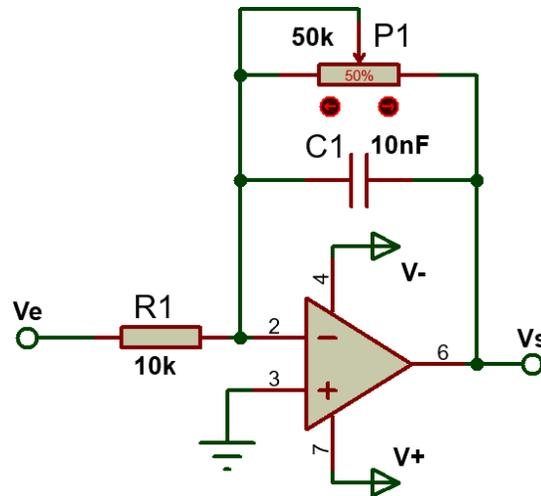

Figura 3.14. Circuito amplificador integrador con resistencia.
14. Agregue el potenciómetro al amplificador integrador para obtener el circuito mostrado en la figura 3.14. Repita el punto 13 del procedimiento ajustando el potenciómetro para obtener la mayor amplitud con la menor distorsión posibles en la señal de salida.